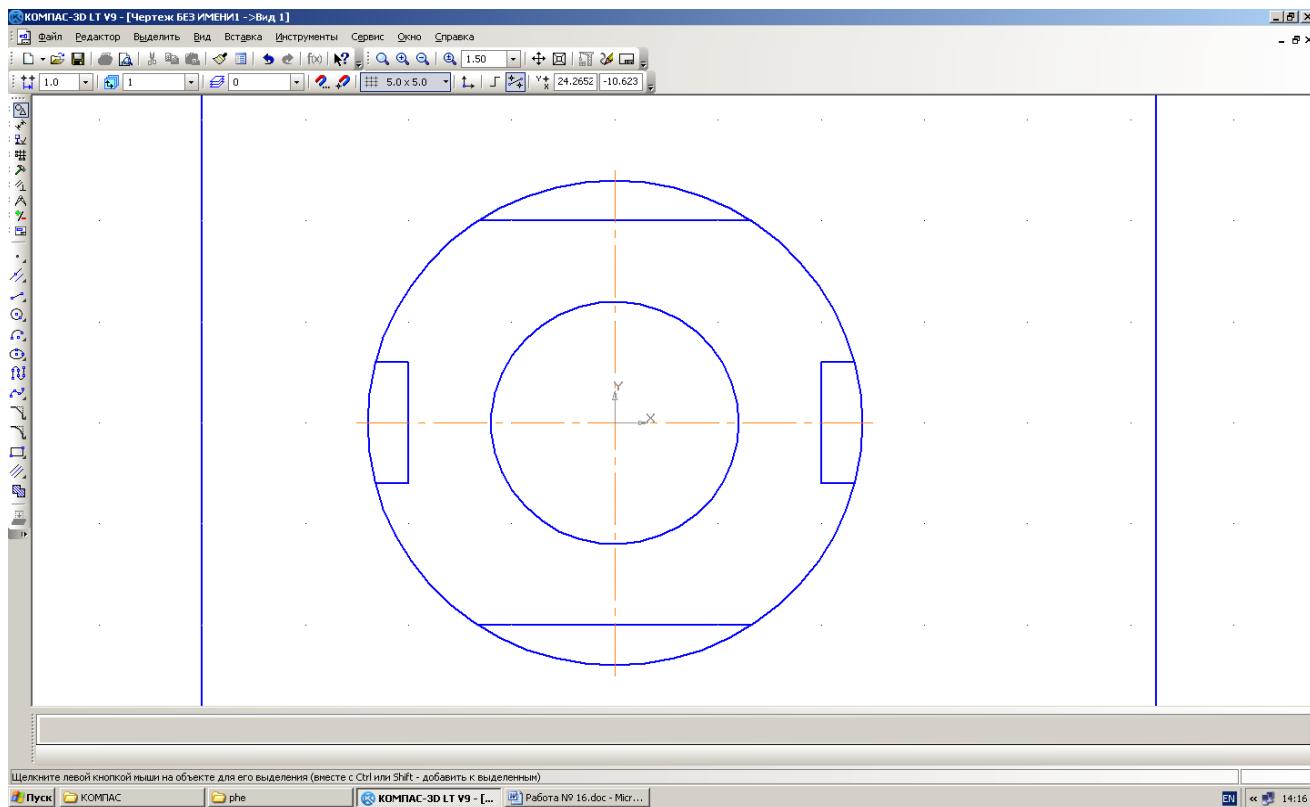

Рис. 16.6. Вид чертежа после удаления вспомогательных точек и кривых.
3.8. Удалите вспомогательные прямые и точки командой **Редактор⇒Удалить⇒Вспомогательные прямые и точки⇒В** текущем виде (рис. 16.6).